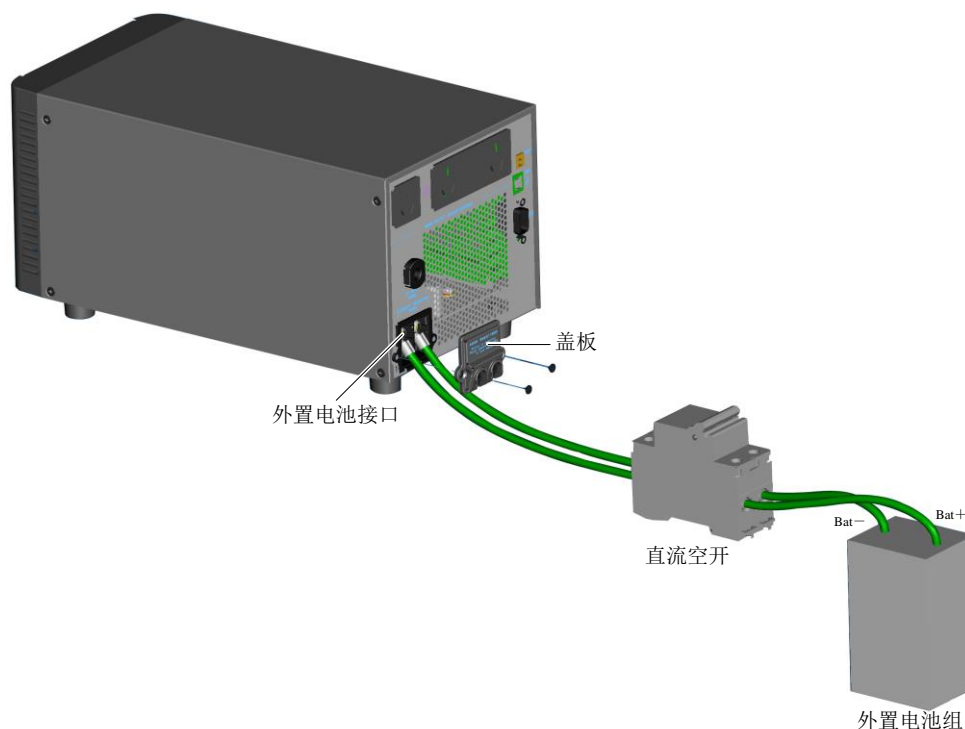

图2-5 电池电缆安装图
4. 拆下 UPS 后面板上外置电池接口的盖板，按照外置电池接口处标识的电池正、负极性连接电池电缆，保证电池电缆可靠连接，并将盖板装回机箱，如图 2-5 所示。